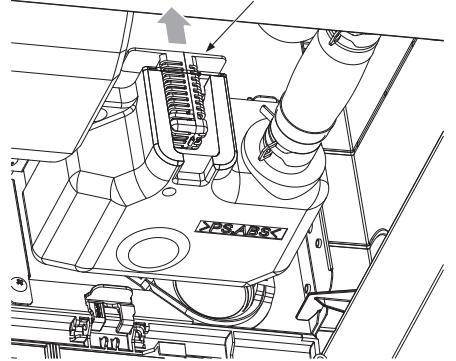

Fig. 3
- 3** Retire el soporte del vidrio antibacteriano que cuelga en el interior del juego de la bomba de desagüe a través del orificio situado en la parte superior. (Consulte la Fig. 3)